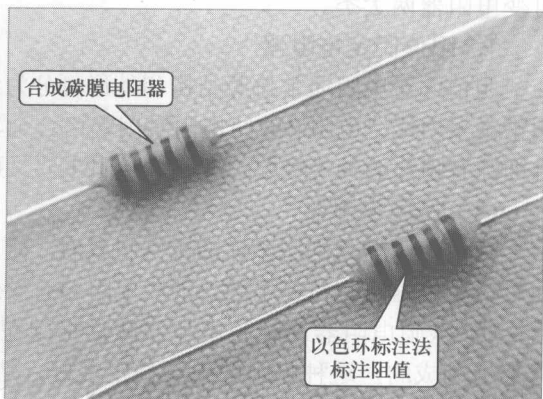

图 1-13 合成碳膜电阻器
④ 合成碳膜电阻器。合成碳膜电阻器通常采用色环标注法标注阻值。这种电阻器是将碳黑、填料以及有机黏合剂调配成悬浮液喷涂在绝缘骨架上，再进行加热聚合而制成的。合成碳膜电阻器是一种高压高阻电阻器，通常它的外层被玻璃壳封死，其实物外形如图 1-13 所示。